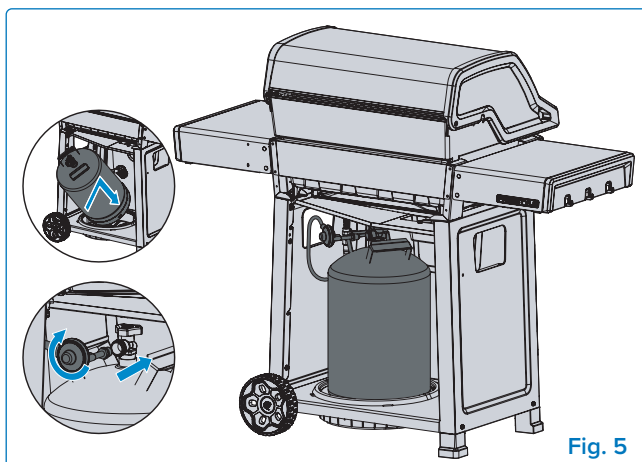

Fig. 5
- Un apparecchio è considerato all'aperto se installato in un riparo con tre pareti laterali e una copertura superiore, purché il 30% o più della periferia orizzontale del vano sia permanentemente aperto. **(Fig. 4 e Fig. 5).**